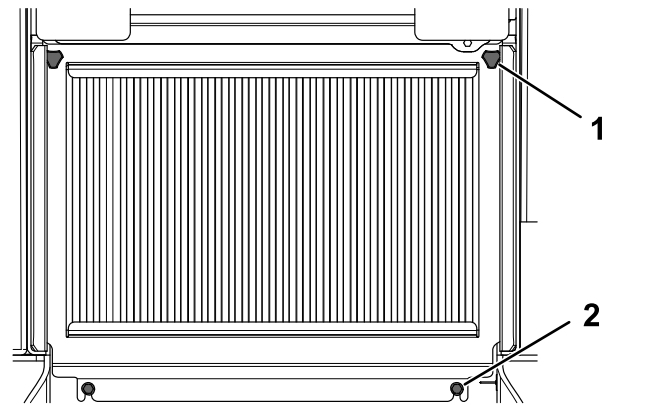

Figure 41
2. Desserrez les 2 boulons qui fixent le bas du panneau de protection (Figure 41).
3. Desserrez les 2 boutons sur le panneau de protection (Figure 41).
1. Bouton (2)
2. Boulon (2)
4. Soulevez le panneau de protection et déposez-le (Figure 41).